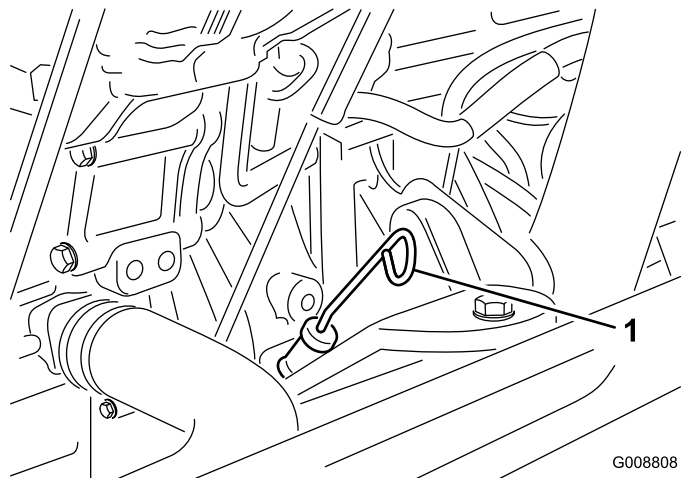

Bild 5
- Entfernen Sie den Peilstab, wischen ihn ab und führen ihn wieder in das Rohr ein; ziehen Sie ihn dann wieder heraus. Der Ölstand sollte an der Voll-Marke sein (Bild 5).